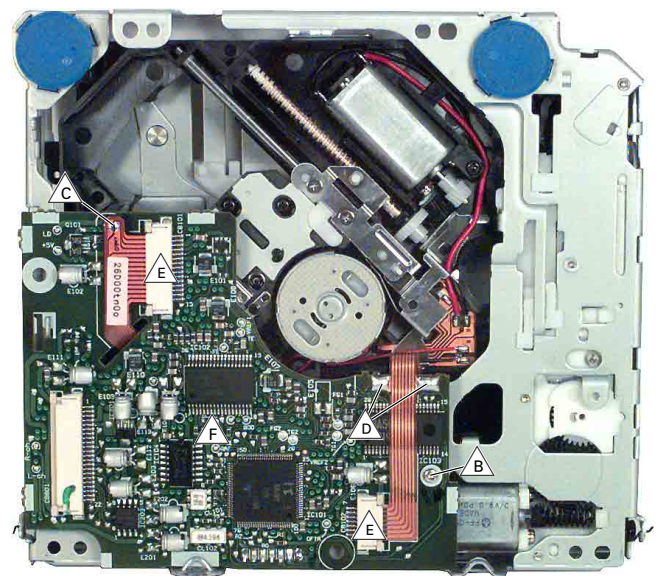

Fig. 3.2
3.1 Leiterplatte ausbauen (Fig. 3.2)
3.1 Removing the CD board (Fig. 3.2)